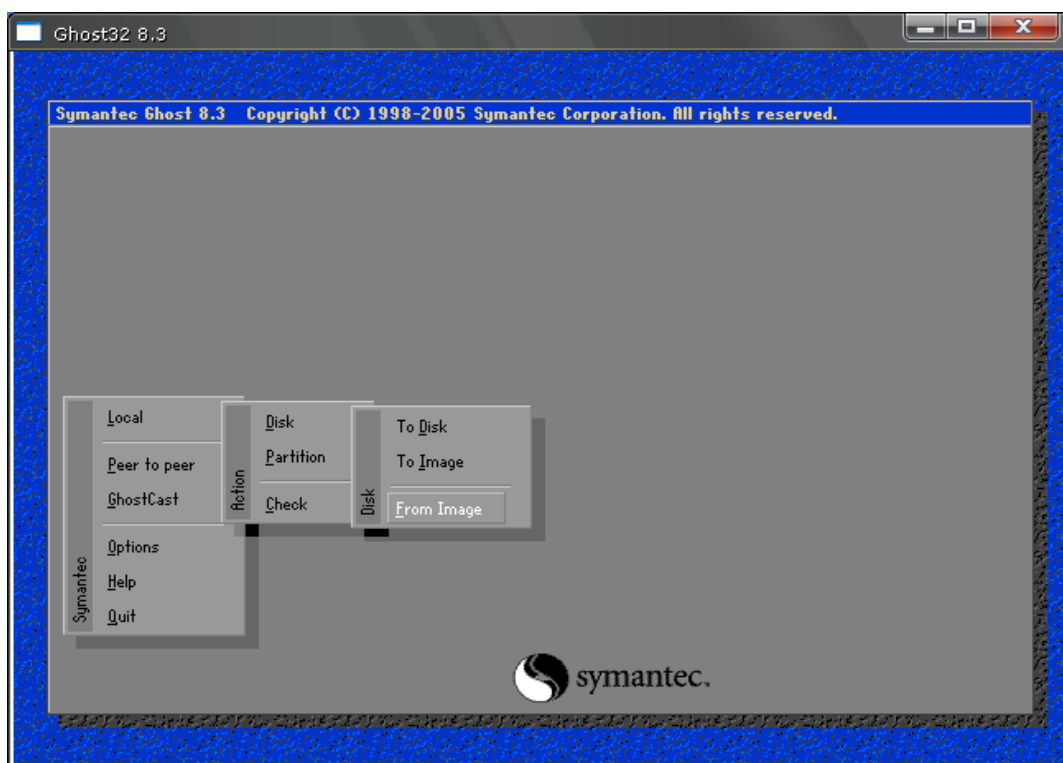
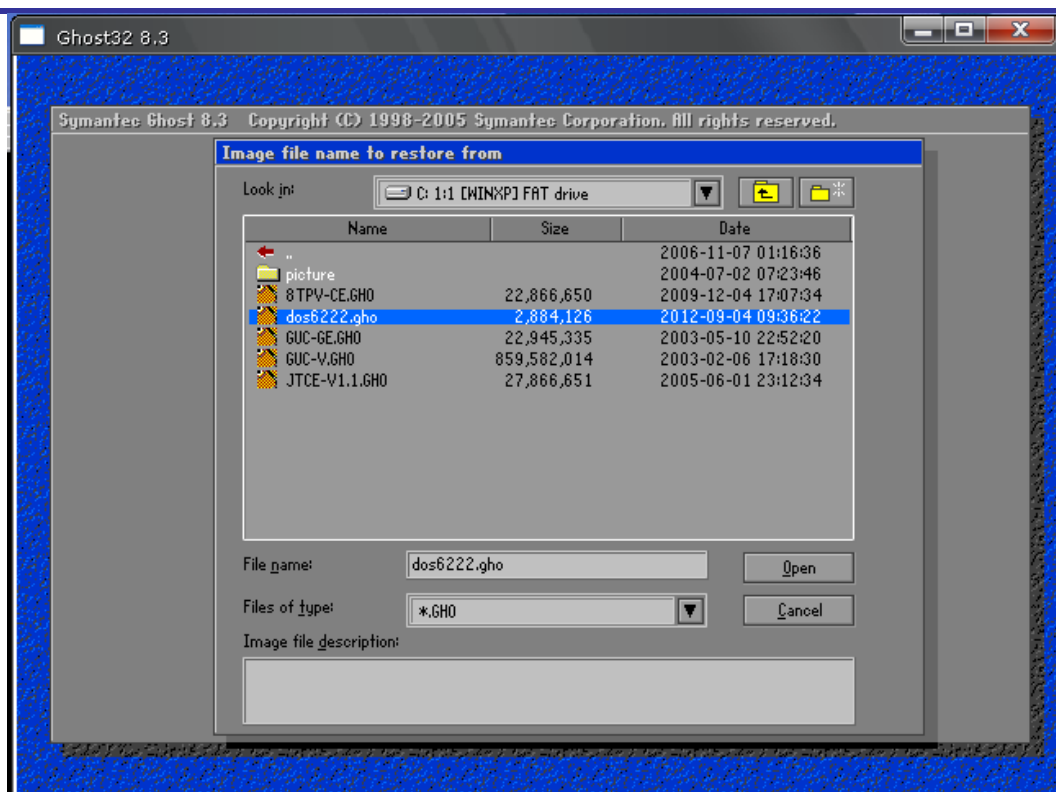

图 7-3 加载镜像文件路径界面
图 7-4 加载 U 盘启动盘镜像文件
- (2) 点击 OK 后，出现如图 7-3 所示界面，依次选择“Local”→“Disk”→“From Image”，回车后出现如图 7-4 所示加载镜像文件界面，在此选择 dos6222.gho，然后回车。